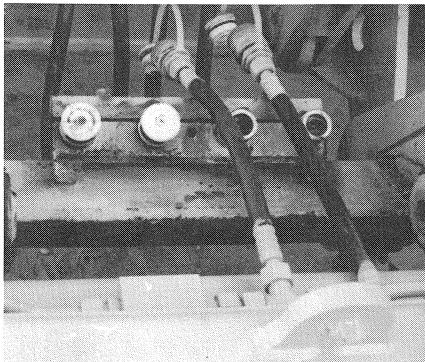

Bild 24
(4) Staubkappen von den Schnellkupplungen entfernen (Bild 24).
(4) Remove dust caps from rapid action couplings (Fig. 24).
(4) Enlever les chapeaux antipoussières des accouplements rapides (fig. 24).